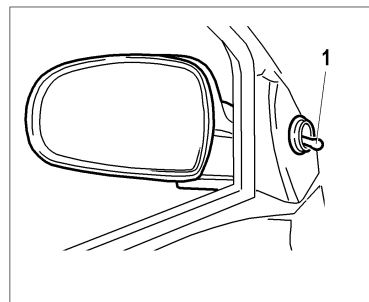

Рис. 16. Наружное зеркало
**Наружные зеркала** регулируются рукояткой 1 (рис. 16). Перед началом движения необходимо обеспечить оптимальный задний обзор.